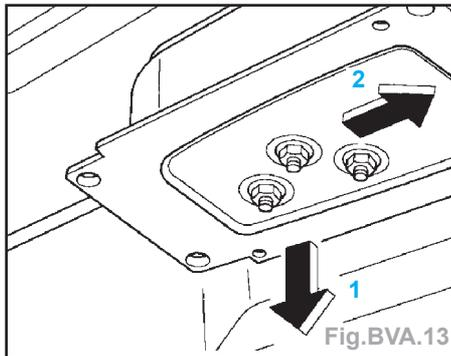

Fig. BVA.13
- Baisser la platine du levier sélecteur (flèche 1) avec le câble du levier sélecteur et déplacer la platine vers l'arrière (flèche 2) tout en retirant le câble du levier sélecteur du support contre-appui (Fig. BVA.13).